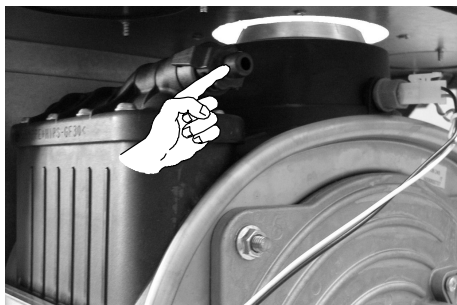

Figura 9.8 Raccordo di sfiato.
- 3 Per facilitare lo svuotamento, allentare il raccordo di sfiato scambiatore primario condensante in Figura 9.8